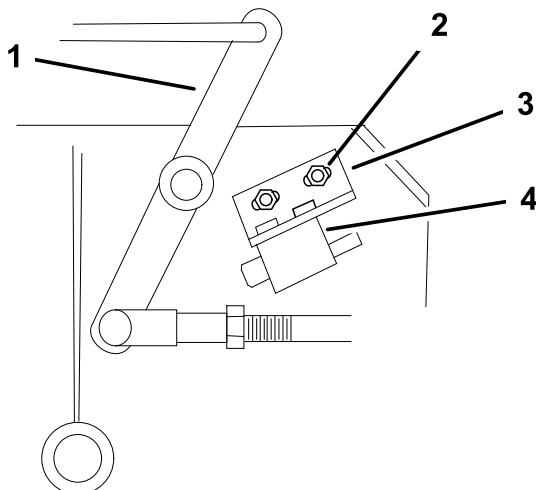

Figure 59
4. Le cas échéant, réglez le contacteur de sécurité des lames en desserrant les boulons de fixation du support du contacteur (Figure 59).
Remarque: Le levier coudé **ne doit pas** toucher le corps du contacteur, car celui-ci pourrait être endommagé (Figure 59). Serrez le support de fixation du contacteur.